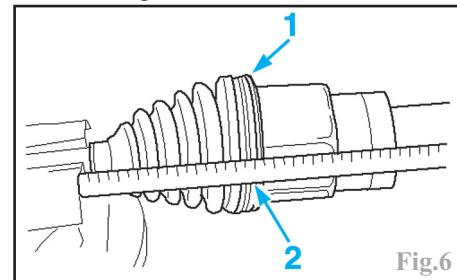

Fig.6
Pousser la tulipe (1) sur le tripode jusqu'en butée puis la ramener de **20 mm** (2) (Fig.6).